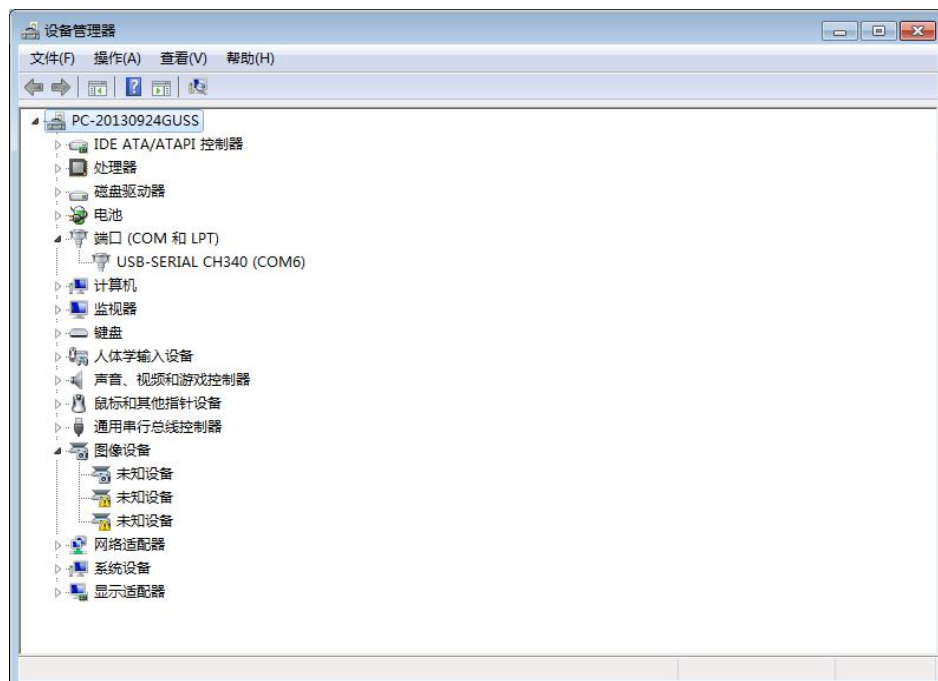

图6-3 USB驱动安装步骤3
**步骤3:** 驱动安装好后，在计算机的设备管理器上可以找到“USB-SERIAL CH340”，如“图6-3”。